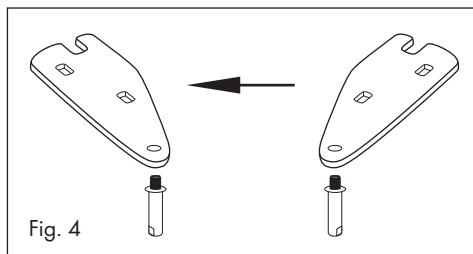

Fig. 4
- Skru akslen til det øverste dørhængsel af. Drej hængslet 180° omkring længdeakslen, og skru akslen fast igen (fig. 4).